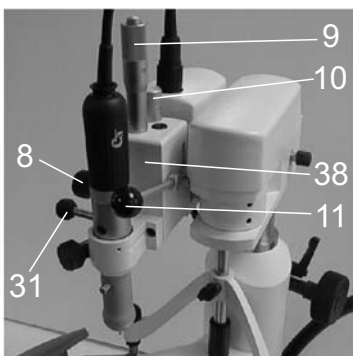

Abb. 2
Nach Beendigung der Arbeit kann der Fräsarm in "Parkposition" (Abb. 2) gebracht werden (auch bei längerer Nicht-Nutzung des Gelenkarmes).
Der Spannhebel (31) (Abb. 2) an der Frässpindel muss bei geschlossener Spannzange nach links zeigen; Rändelschraube (13) festziehen.